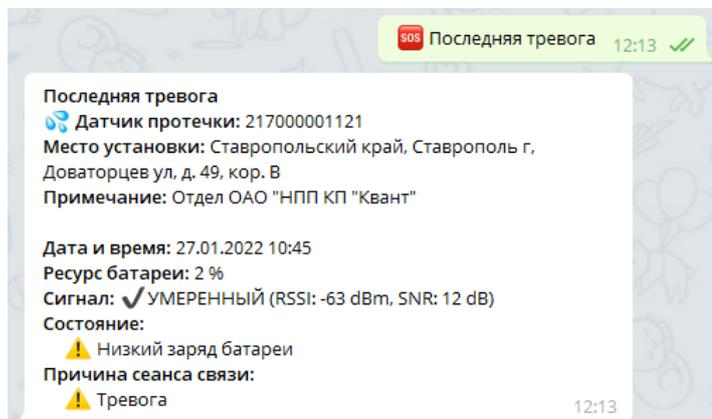

Рисунок 28 – Обращение к кнопке «*Последняя тревога*» и отображение данных о тревоге
–  **Последняя тревога** – отображение сведений о последней тревоге и состоянии датчика (*Рисунок 28*).